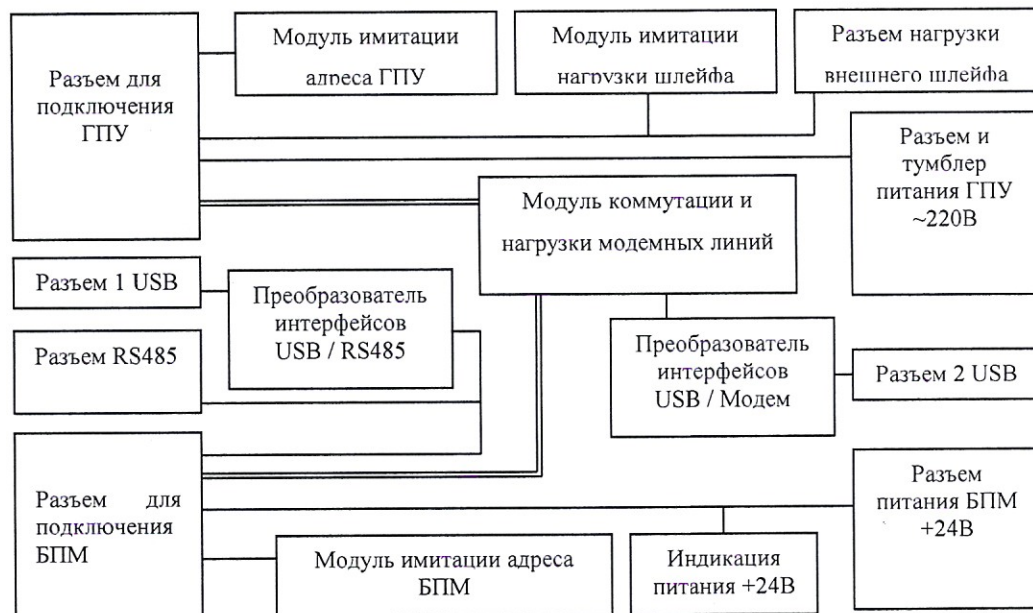

Рисунок 1 – Структурная схема стенда проверки ГПУ и БПМ
- разъем питания БПМ +24В - представляет собой две клеммы на лицевой панели стенда (рисунок 1), обозначается как «+» и «-» «24В»;